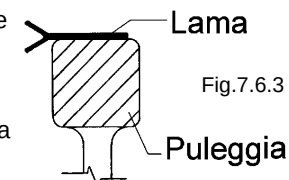

Fig. 7.6.3
- Verificare il posizionamento della lama sulle due pulegge: la lama deve appoggiarsi sulle due pulegge ad esclusione del tratto affilato che deve sporgere dalla puleggia (Fig. 7.6.3).